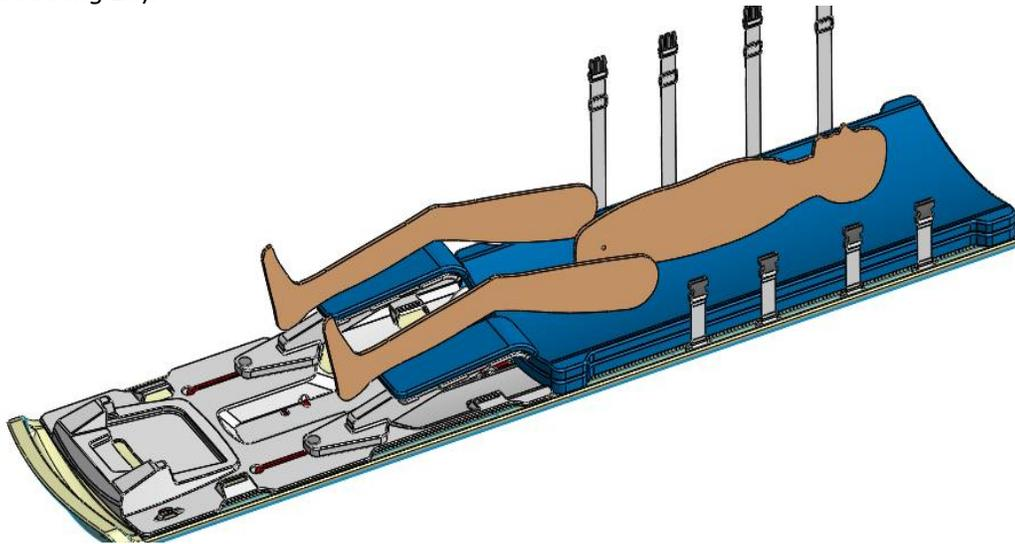

Abbildung 29: Fixieren des Patienten auf der Lagerungseinheit
3. MRT-MTRA: Fixieren Sie den Patienten auf der TULSA-PRO® Patienten-Lagerungseinheit (Abbildung 29).